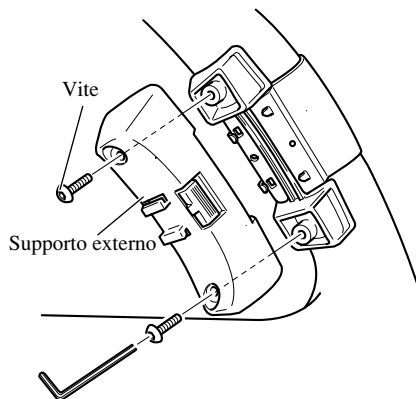

Fig. 10
3. Installare il supporto esterno sul supporto interno e fissare con le viti. (Fig. 10)